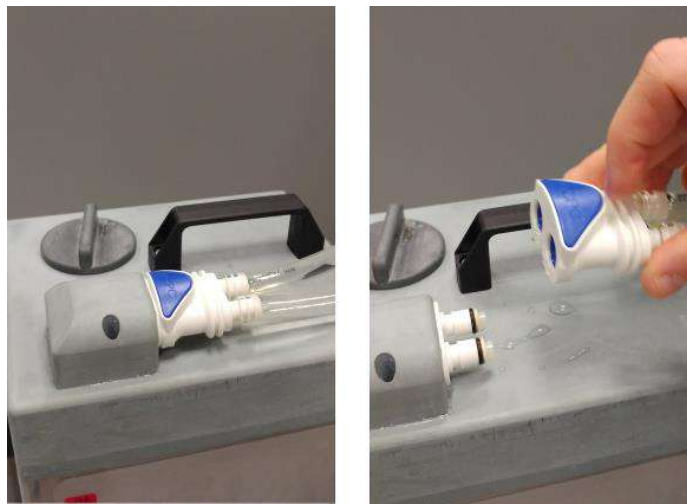

Bild 12-3
Step5. Koppla bort rören. se **Bild 12-3**.
- Step11. Kontrollera att vattensystemets slang är ansluten till Front End. Se **Bild 12-3**